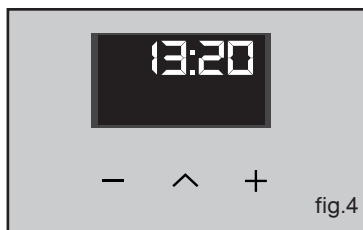

fig.4
- De nouveau l'affichage du four est opérationnel il est alors possible de faire une cuisson (fig.4).